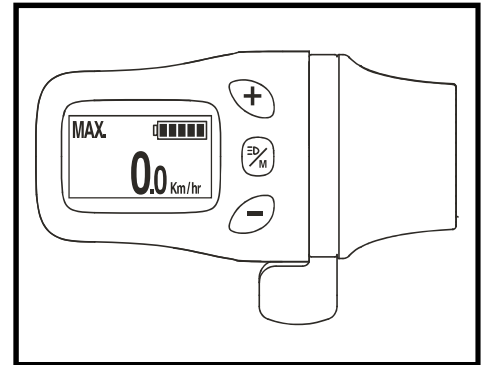

Figure 16. Jauge à batteries
L'indicateur d'état de la batterie sur la console des gaz indique la force approximative de votre batterie à l'aide de l'icône de la batterie. À pleine charge, l'icône affichera cinq (5) barres indiquant une batterie complètement chargée. Avec une utilisation continue, les barres vont commencer à disparaître au fur et à mesure que votre charge s'égoûte. Une fois que l'icône n'a plus qu'une barre affichée, une recharge immédiate est nécessaire. **Voir la figure 16.** Pour avoir une mesure fiable, vous devez débrancher le cordon d'alimentation du chargeur et mettre le contact du scooter.